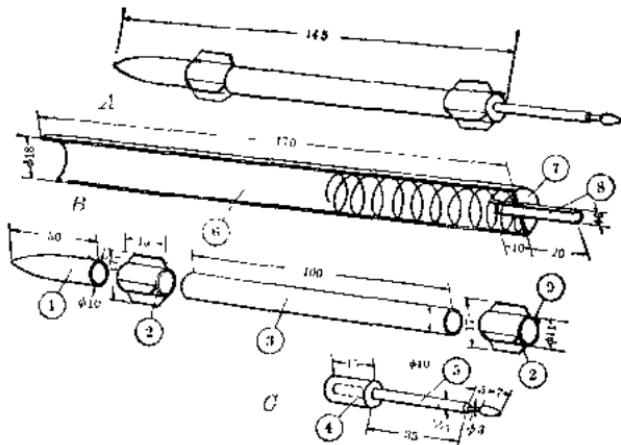

图 7-8
火箭炮筒和模型火箭的结构、尺寸见图 7-8。火箭炮筒⑥可用薄铁皮卷成长 170 毫米、直径 18 毫米的圆筒做成（图 7-8⑥），它的底部焊着一片圆铁皮⑦，圆铁皮⑦中间的孔里焊着一根小圆筒⑧，小圆筒长 30 毫米、直径 6 毫米，焊的时候一定要注意让小圆筒与火箭炮筒相平行。火箭炮筒里塞进一个螺旋弹簧⑨，作为发射模型火箭的动力，这根弹簧钢丝的粗细